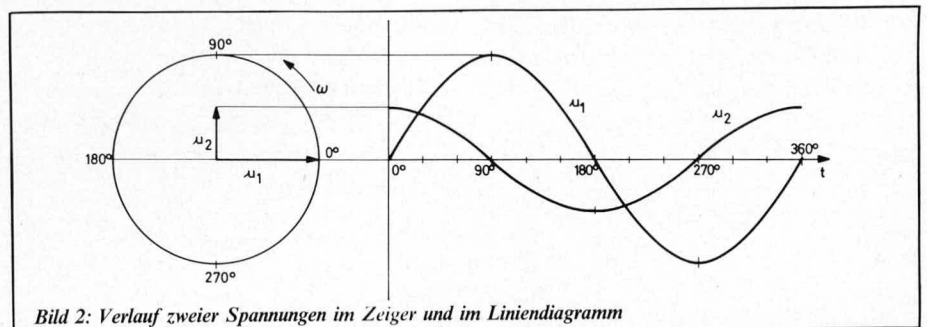

Bild 2: Verlauf zweier Spannungen im Zeiger und im Liniendiagramm
3. Sind mehrere verschiedene Wechselgrößen zu betrachten, so kennzeichnet der Winkel zwischen den Zeigern die gegenseitige Phasenlage. In Bild 2 ist das Zeigerdiagramm und das dazugehörige Liniendiagramm für zwei phasenverschobene Spannungen gezeigt. In wel-